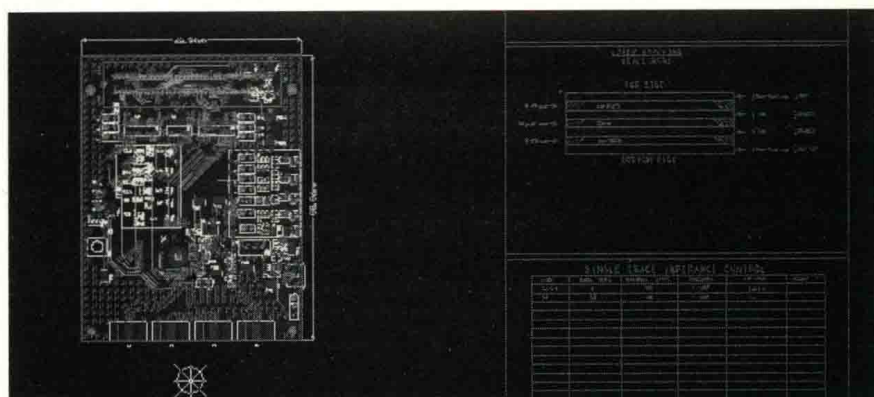

图 10-43 Gerber 文件输出效果预览
(6) Gerber 文件输出效果预览如图 10-43 所示。